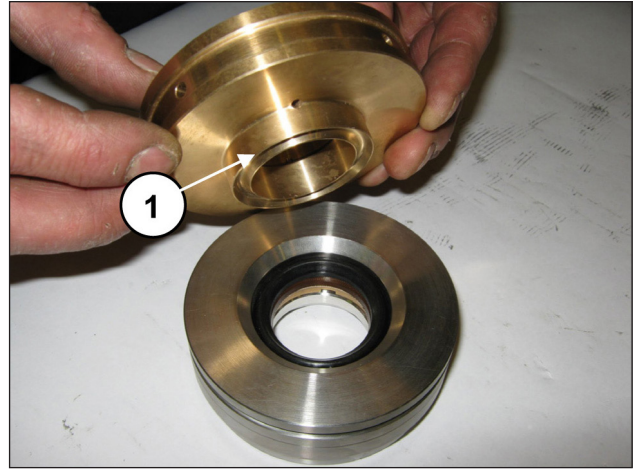
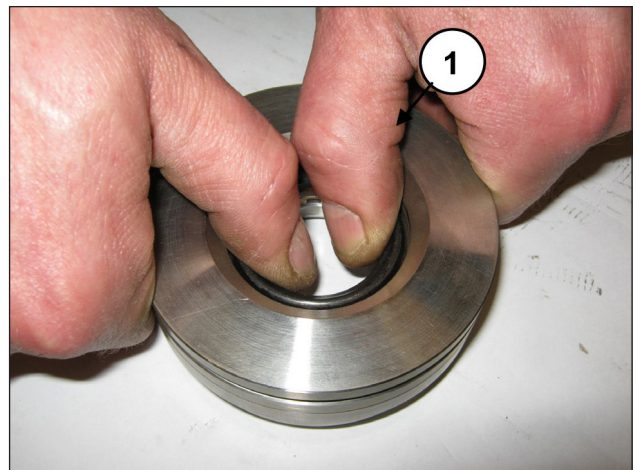

Abb. 178
Abb. 179
Trennen Sie den Dichtungshalter von der Buchse (Pos. ①, Abb. 178), um die Druckdichtungen freizulegen (Pos. ①, Abb. 179).